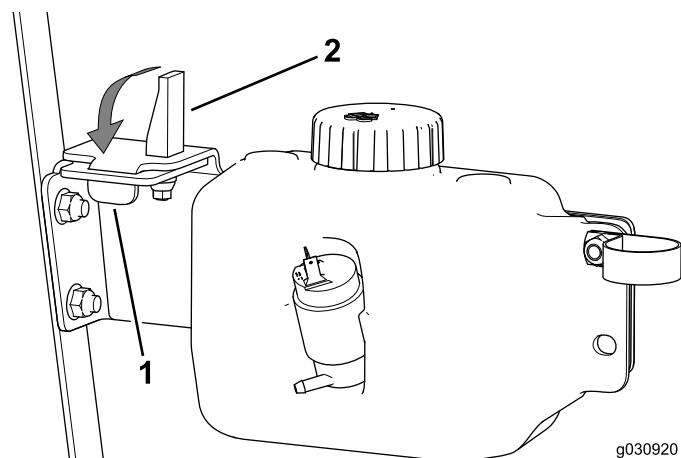

Рисунок 34
- Вставьте выступ в паз, а втулку эксцентриковой защелки — в отверстие в пластине бачка (Рисунок 34).
- Поверните вниз рычаг эксцентрика защелки (Рисунок 34).